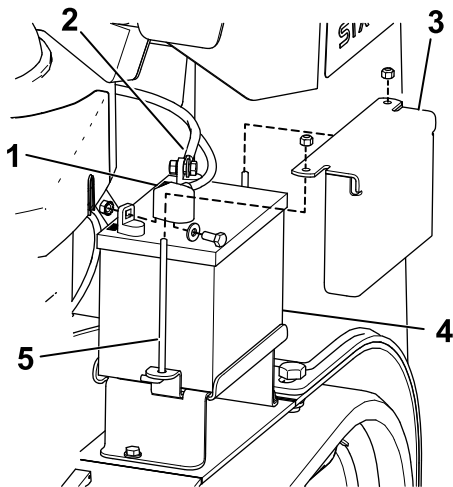

Figure 42
3. Enlevez le capuchon en caoutchouc noir qui protège le câble négatif. Débranchez le câble négatif de la batterie de la borne négative (-) de la batterie (Figure 42).
4. Enlevez le capuchon rouge de la borne positive (rouge) de la batterie. Débranchez ensuite le câble positif (rouge) de la batterie (Figure 42).
5. Enlevez la plaque de maintien, les boulons en J et les contre-écrous de fixation de la batterie (Figure 42) et retirez la batterie.
1. Branchez le câble positif (rouge) de la batterie à la borne positive (+) à l'aide des fixations retirées précédemment (Figure 42).
3. Branchez le câble négatif de la batterie à la borne négative (noir) au moyen des fixations retirées précédemment (Figure 42).
4. Fixez la batterie au moyen de la barre et des écrous à oreilles (Figure 42).